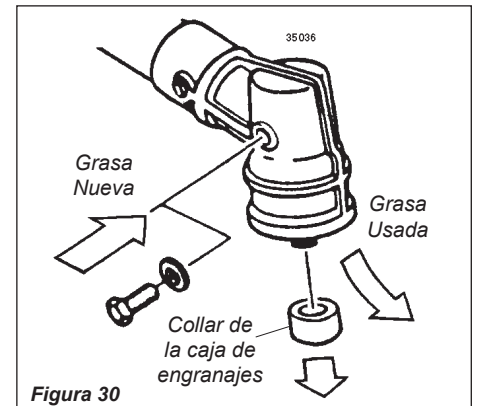

Figura 30
- Retire el accesorio de corte, el soporte y el collar del eje de la caja de engranajes. Retire la tapa del llenador al lado de la caja de engranajes e introduzca nueva grasa en la caja de engranajes hasta que la grasa usada salga. Use solamente grasa a base de litio. Use lubricante para caja de engranajes Shindaiwa o su equivalente. Consulte la figura 30.